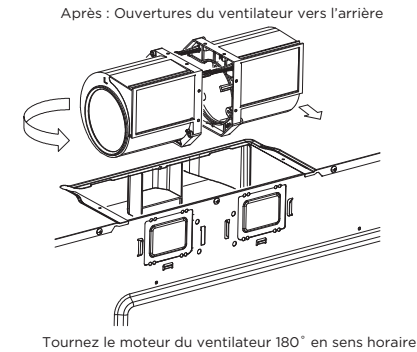

Figure 9
- Tournez le ventilateur afin que les ouvertures du ventilateur soient tournées vers l'arrière (de l'appareil). Voir la figure 9.